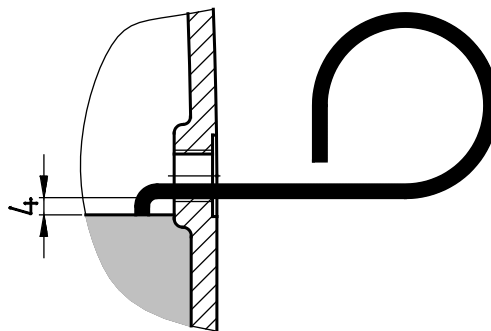

Abbildung 32: Ölstand prüfen mit Ölmesstab
2. Der Ölstand im Getriebe ist mit dem beiliegenden Ölmesstab (Teile-Nr.: 28300500), wie in der Abbildung 32 dargestellt, zu prüfen. Hierbei ist der in das Öl eintauchende Teil des Ölmesstabes senkrecht zu halten. Der maximale Ölstand ist die Unterkante der Ölstandsbohrung. Der minimale Ölstand ist ca. 4 mm unterhalb der Unterkante der Ölstandsbohrung. Der Ölmesstab taucht dann gerade noch in das Öl ein.